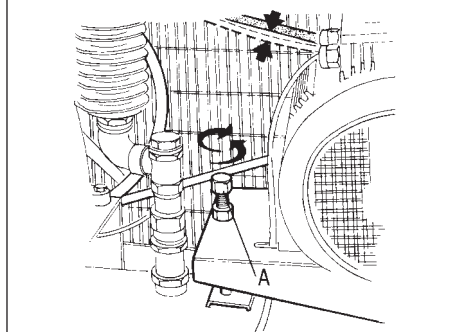

fig. 12
La tensione delle cinghie è regolata in fabbrica. In caso di sostituzione, occorre osservare il perfetto allineamento delle pulegge e tensionarle nel modo corretto. Si agisce sul perno filettato (A) il quale facendo alzare o abbassare la base del motore offre la possibilità di regolare la tensione della cinghia (fig. 12).